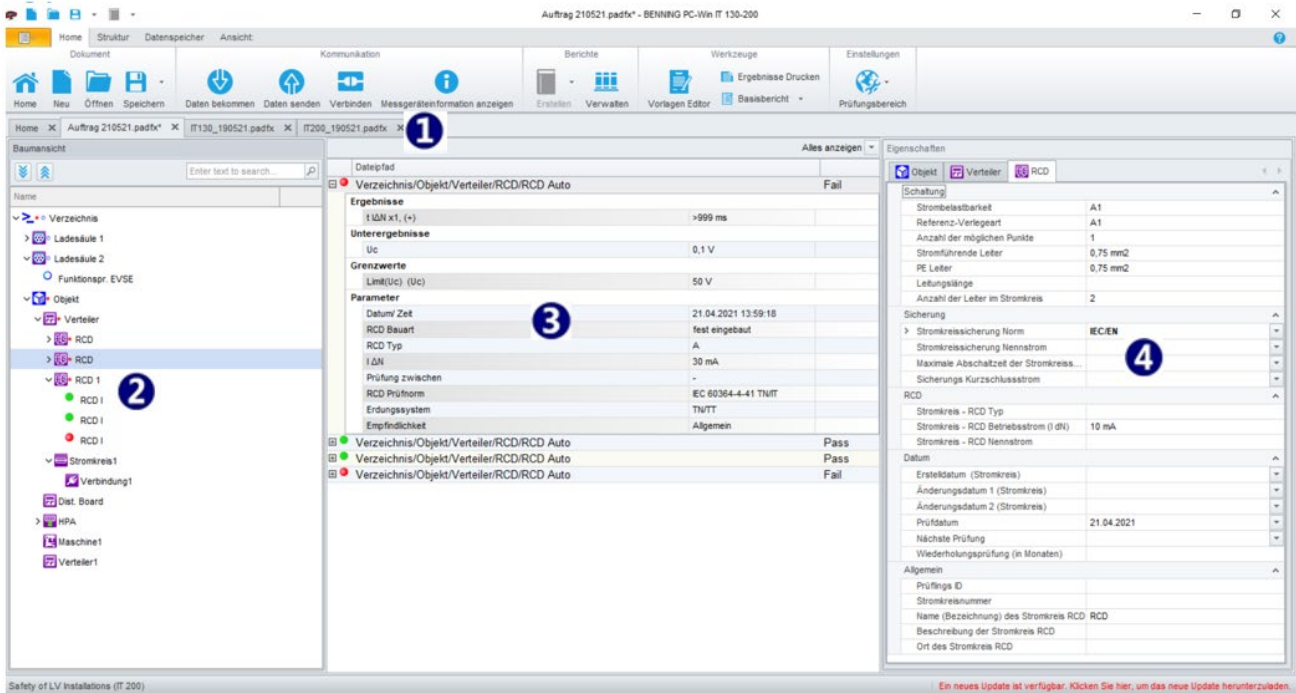

Abbildung 5.11: Benutzerarbeitsbereich
Der Benutzerarbeitsbereich ist in der **Abbildung 5.11** dargestellt. Es können mehrere Objektstrukturdateien gleichzeitig geöffnet werden, unabhängig von der Einstellung des Prüfungsbereichs (IT 130 oder IT 200). Die geöffneten Dateinamen werden in der Registerleiste (1) eingeblendet, dass derzeit aktive Register der Objektstrukturdatei ist farblich hervorgehoben.